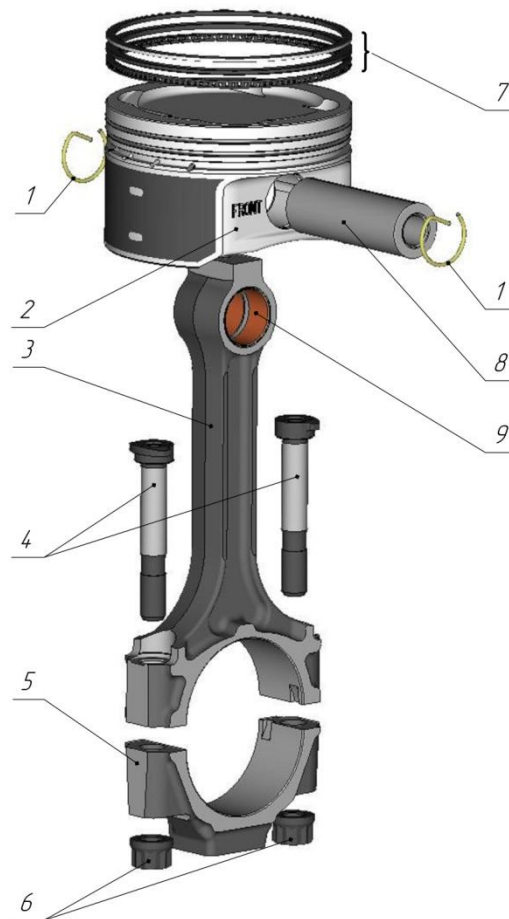

Рис.20. Поршень и шатун:
**Поршень** (рис.20) из алюминиевого сплава. Юбка поршня выполнена с бочкообразным вертикальным профилем и микрорельефом для улучшения приработки и снижения потерь на трение. В поперечном (горизонтальном) сечении юбка поршня имеет форму овала, где больший радиус расположен перпендикулярно оси поршневого пальца.